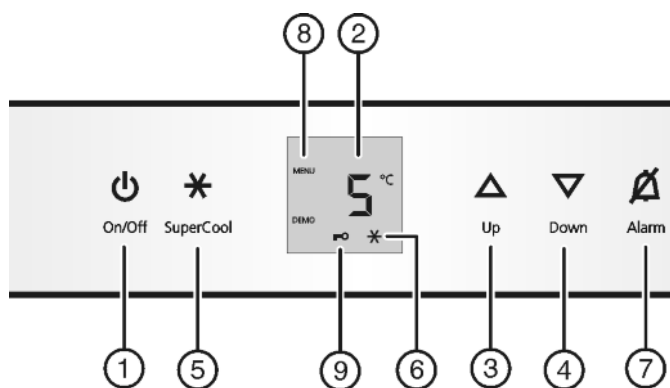

Fig. 2
- ▶ Toets On/Off *Fig. 2 (1)* indrukken.
- ▶ Instelmodus activeren: Druk de toets SuperCool *Fig. 2 (5)* ca. 5 s in.
- ▶ Druk kort op de toets SuperCool *Fig. 2 (5)* om te bevestigen. Als in de display **c1** wordt aangegeven:
- ▶ om de kinderbeveiliging in te schakelen, drukt u kort op de toets SuperCool *Fig. 2 (5)*.
- ▷ Het symbool kinderbeveiliging *Fig. 2 (9)* brandt. Op de display knippert **c**.
- ▶ om de kinderbeveiliging uit te schakelen, drukt u kort op de toets SuperCool *Fig. 2 (5)*.
- ▷ Het symbool kinderbeveiliging *Fig. 2 (9)* dooft. Op de display knippert **c**.
- ▶ Instelmodus deactiveren: toets On/Off *Fig. 2 (1)* indrukken.
- ▶ Toets Alarm *Fig. 2 (7)* indrukken.
- ▶ Temperatuur hoger instellen: insteltoets Up *Fig. 2 (3)* indrukken.
- ▶ Temperatuur lager instellen: insteltoets Down *Fig. 2 (4)* indrukken.
- ▶ Toets SuperCool Fig. 2 (5) kort indrukken.
- ▷ Het symbool SuperCool Fig. 2 (6) is verlicht in de display.
- ▷ Het symbool SuperCool Fig. 2 (6) in de display gaat uit.